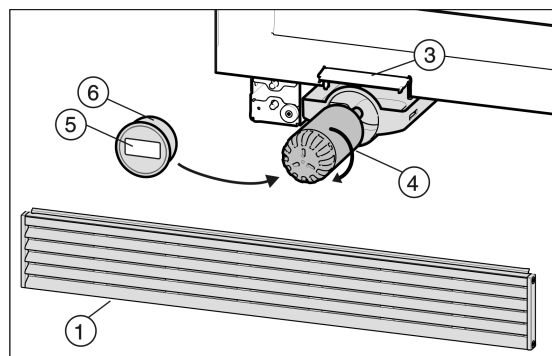

Fig. 7
- ▶ Colocar o novo filtro d'água *Fig. 7 (4)* e girar em aproximadamente 100° no sentido horário até o batente.
- ▶ Colocar a *Fig. 7 (6)* tampa do filtro.
- ▶ Na etiqueta *Fig. 7 (5)* anexa anotar a data da próxima troca e colar na tampa do filtro *Fig. 7 (6)*.
- ▶ O filtro de água *Fig. 7 (4)* deverá ser introduzido.
- ▶ Fechar chapeleta de troca do filtro *Fig. 7 (3)*.
- ▶ Recolocar a grade de ventilação *Fig. 7 (1)* e pressionar para baixo. Deverá ficar a topo com o chão.